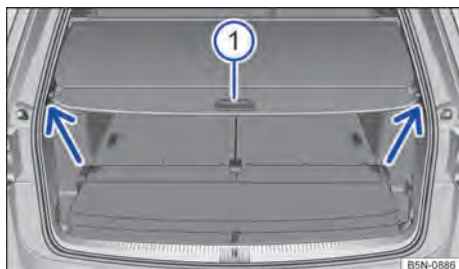

Fig. 175 No compartimento de bagagem: cobertura fechada do compartimento de bagagem.
- Puxar a cobertura do compartimento de bagagem um pouco para trás pelo manipulador → **Fig. 175** ① e retirá-la da ancoragem, puxando-a para cima (setas). Conduzir a cobertura do compartimento de bagagem para frente.